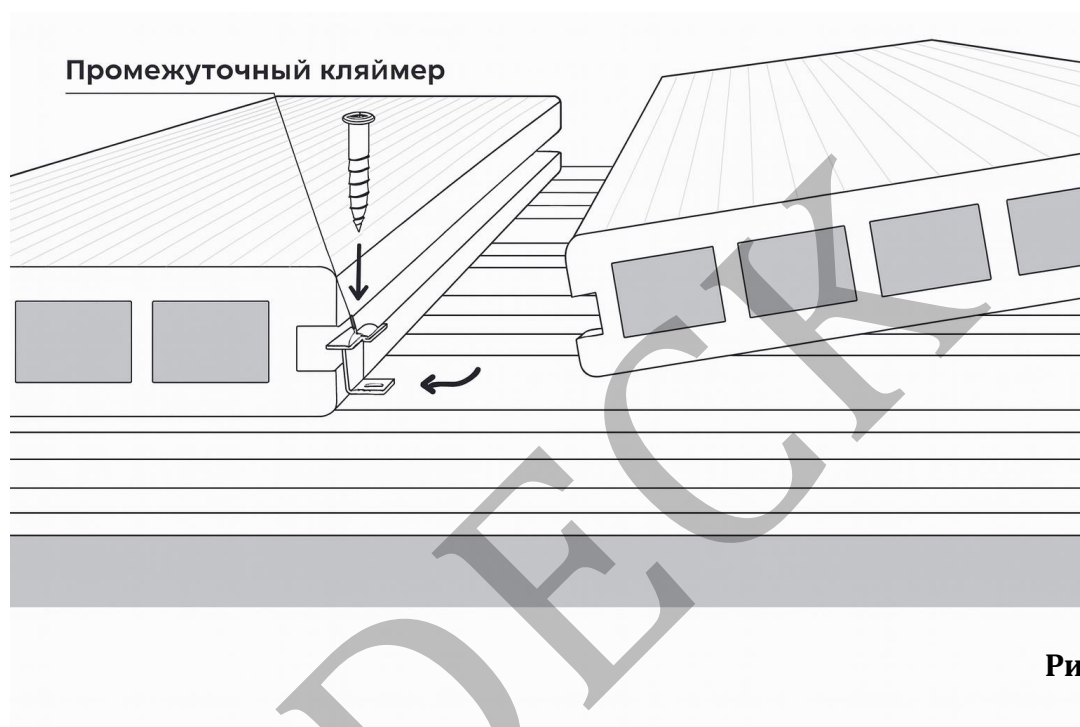

Рис.10
- Закрепляют промежуточный кляймер, добиваясь необходимой ширины шва 4–5 мм. Перепады температуры и влажности вызывают расширение и усадку террасной доски, в результате чего может возникать вспучивание и коробление покрытия. С учетом этого со всех сторон необходимо предусматривать компенсационные зазоры (швы): продольные (по длинной стороне доски) – 4–5 мм, торцевые – 6 мм. Далее крепят каждую последующую террасную доску **SinoDeck**, обеспечивая необходимый зазор перед креплением саморезами. Промежуточный кляймер плотно вдавливают под доску, прижимая ее (рис.10)"